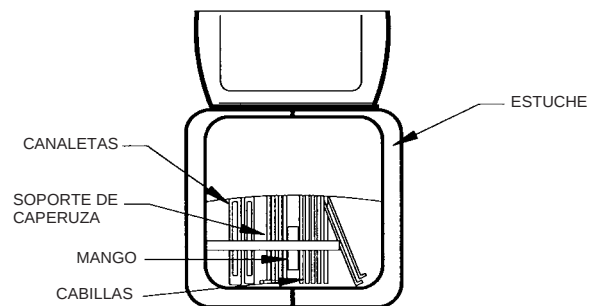

Figura 3—Desempacar el estuche
- 3: El estuche de accesorio, que se encuentra abajo del Electronic Balometer, quedará expuesto. Levante y jale la amarra para abrir el estuche. Ahora se ven los accesorios. Vea Figura 3. Remueva del estuche el soporte de la caperuza, las cabillas de soporte y el mango. Figura 3 también demuestra como se empaacan las canaletas del bastidor. Si se va a instalar una caperuza de otro tamaño, remueva las piezas necesarias.